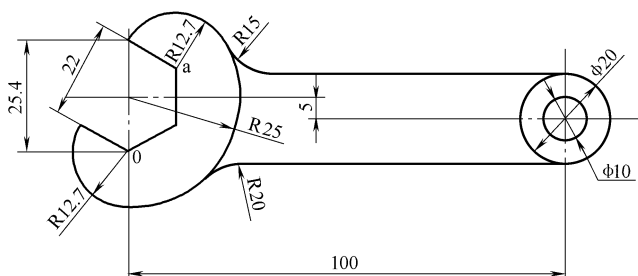

图 3-3 正多边形练习图
【例 3-1】 绘制如图 3-3 所示的图形。
9) 裁剪多余曲线，操作结果如图 3-3 所示。